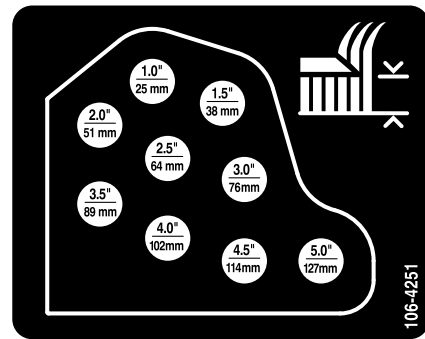

Figura 21
11. Montate le catene dell'altezza di taglio nel foro dell'altezza di taglio desiderata usando il perno con testa e la coppiglia (Figura 21).